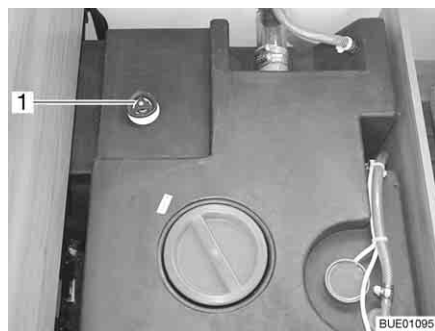

Fig. 151 Depósito de agua con tirador giratorio
- Girar el tirador giratorio (Fig. 151,1) del depósito de agua en sentido contrario a las agujas del reloj sobrepasando la resistencia, para abrir el orificio de salida completamente.